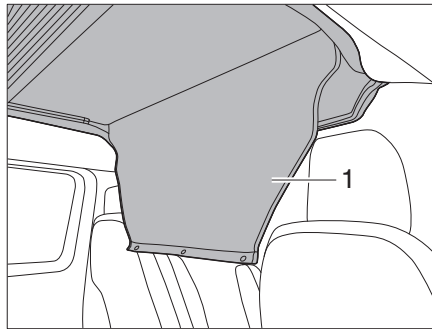

Bild 24 Durchstiegsabdeckung abrollen
- Durchstiegsabdeckung (Bild 24,1) abrollen.
- Durchstiegsabdeckung (Bild 24,1) mit Druckknöpfen schließen.